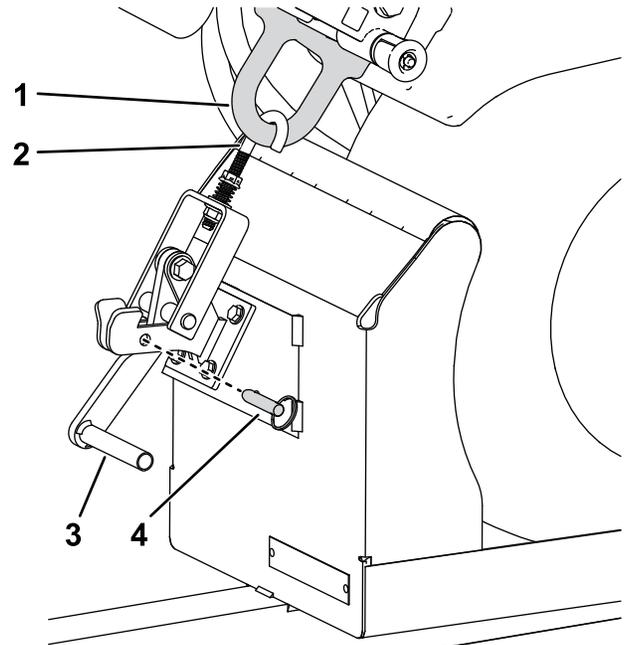

Figura 6
7. Empurre a alavanca de bloqueio e prenda-a utilizando um pino de libertação rápida (Figura 6).